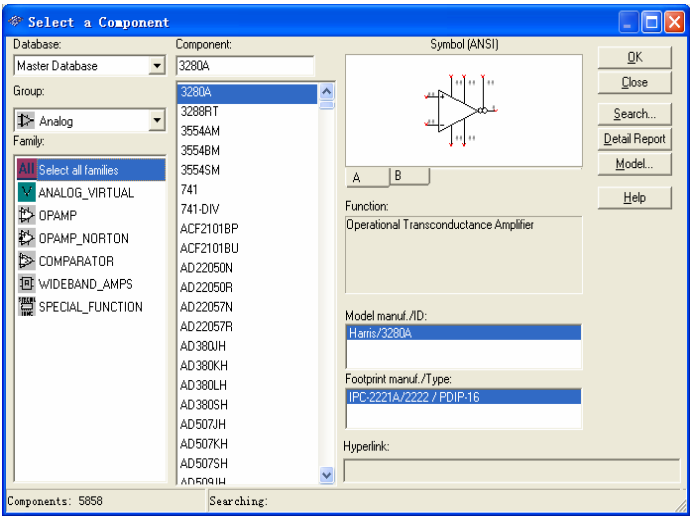

图 3-27 模拟元器件库
5) 模拟元器件（Analog Components）库，如图 3-27 所示。